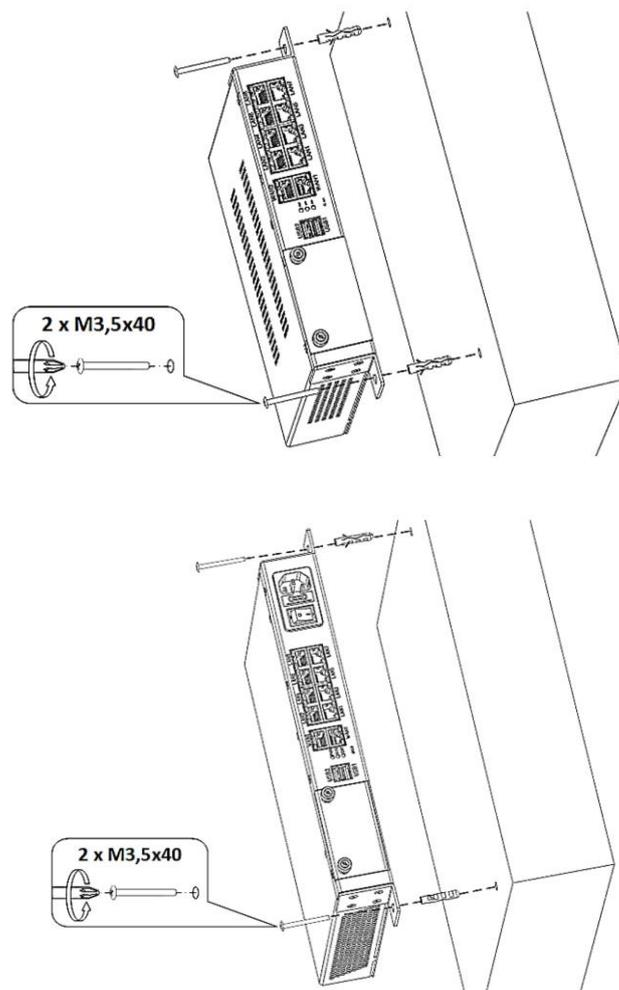

Рисунок 37 – Крепление изделий к стене с использованием комплекта КРПГ.465961.002
- наложите на дюбели уголок и вставьте крепеж в отверстия. Обязательно убедитесь, что изделие установлено ровно по горизонтали. После этого можно закручивать крепежи отверткой (рисунок 37).